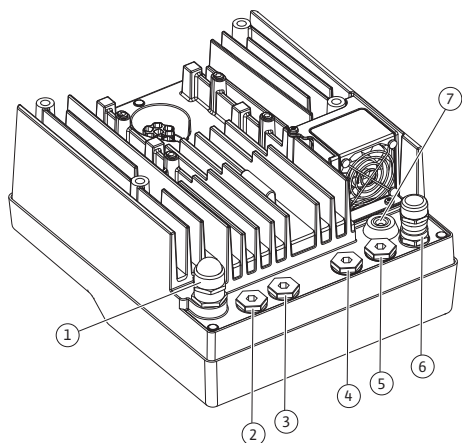

Fig. 23: Presetupe pentru cabluri/treceri de cabluri (0,37 kW ... 7,5 kW)
Există șase bucșe de cablu la cutia de borne de pe modulul electronic (Fig. 23). Cablul pentru alimentarea electrică a ventilatorului electric de pe modulul electronic este montat din fabrică. Trebuie respectate cerințele pentru compatibilitatea electromagnetică.
| Conexiune | Presetupă pentru cablu | Trecere de cablu Fig. 23/24, Poz. | Nr. borne |
4. Introduceți cablul de conectare prin presetupa pentru cablu M25 (Fig. 23, poz. 1, pentru 0,37 kW ... 7,5 kW).